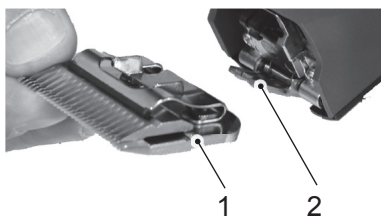

Fig. 8
6. Monter det foretrukne skærehovedet på bladhængslet og vip det på plads på den tændte klipper med et let tryk (fig. 8, 9, 10).